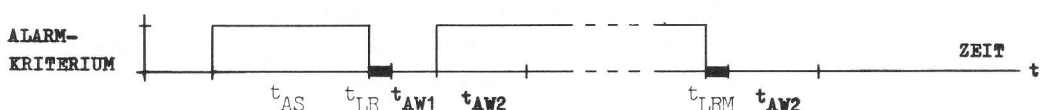

Bild 8 Funktionsdiagramm der Alarmzwischen-speicherung
5.4.2.2. Alarmzwischen-speicherung (siehe Bild 8)
Über die Diode D18, Anschluß 19, Anschluß 17 in der MS6-Anschaltung werden T3 gesperrt und C1 in geladenem Zustand gehalten. Damit ist die Alarmzwischenpeicherung außer Kraft. Jede weitere Alarmmeldung wird sofort ausgewertet. Sind Einschübe in „Zweilinenabhängigkeit mit Alarmzwischenpeicherung“ geschaltet, lösen auch diese sofort, d.h. ohne Zwischenpeicherung, Alarm aus, wenn beide Linien melden. Wenn nach einer beliebigen Zeit der Alarmzustand gemeldet wird, und die angesprochenen Melder durch Betätigen des Schalters LS rückgestellt sind, läuft die restliche Alarmwartezeit ab (siehe Bild 8, Beispiel 3).
Die Alarmwartezeit ist beendet und die Schaltung befindet sich im empfangsbereiten Ruhezustand (siehe Bild 8, Beispiel 1).
Der oben beschriebene Zyklus wiederholt sich bei jeder neu eintreffenden Alarmmeldung in den Einschüben, die auf Alarmzwischenpeicherung rangiert sind (siehe Bild 8, Beispiel 2).